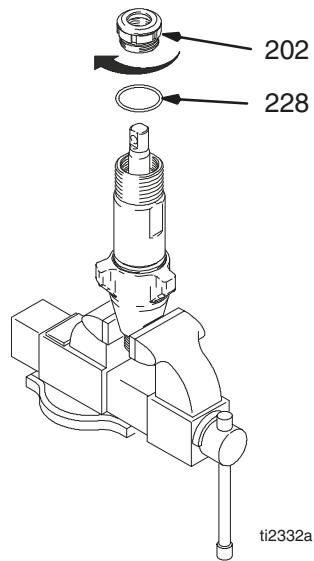

Fig. 20
Fig. 20. Trekk til forseglings- og pakningsmutter (202) ned på halsens avstandsring (228) til 140 ± 10 in-lb (100 +/-10 in-lb for 244197, 244224, 244201, 245904).